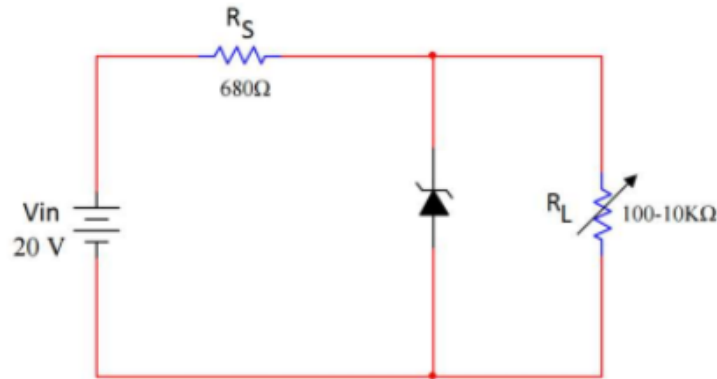
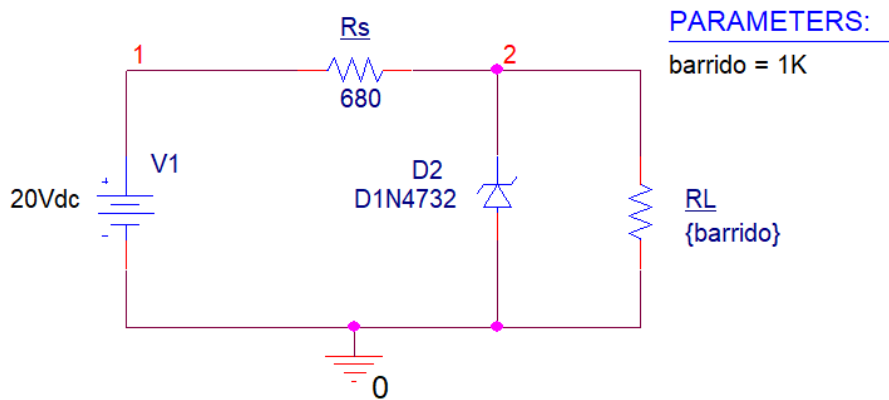

Figura 6. Circuito con diodo Zener y carga R_L variable
Figura 7. Implementación del circuito en PSpice realizando análisis paramétrico en R_L .
- 1.3.1. Se implementa el circuito de la *figura 6* de la guía (circuito con Diodo Zener con carga), y se realiza un análisis paramétrico, considerando como parámetro la resistencia de carga R_L , con variación entre 100Ω y $10K\Omega$. La figura 7 muestra la implementación del dicho circuito en PSpice.